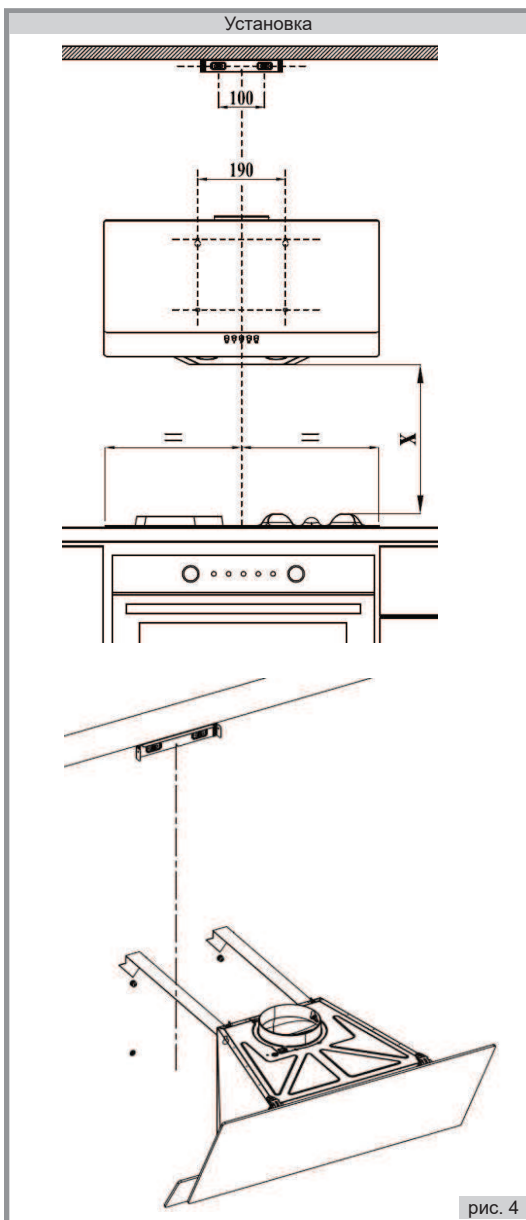

рис. 4
5) Повесьте вытяжку, привинтив ее в точках А и В, соблюдая зазор между головкой винта и стеной 5 мм. (рис. 4)